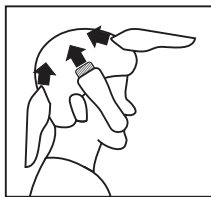

Figura 9
- Usando o pente de **10-12 mm**, cortar a partir da nuca até o alto da cabeça. Manter o pente de 12 mm contra a cabeça e lentamente mover o aparelho através dos cabelos (**Figura 9**).
- Usar a mesma técnica cortando de baixo para cima nas laterais da cabeça (**Figura 9**).